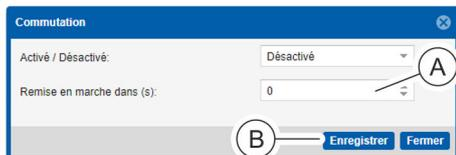

Fig. 104 : Désactivation d'une prise
5. ➔ **Uniquement en cas de désactivation** : Saisir une durée dans le menu de sélection « Remise en marche dans (s) » (Fig. 104 /A).
6. ➔ Appuyer sur le bouton « Enregistrer » (Fig. 104 /B) pour terminer la procédure.